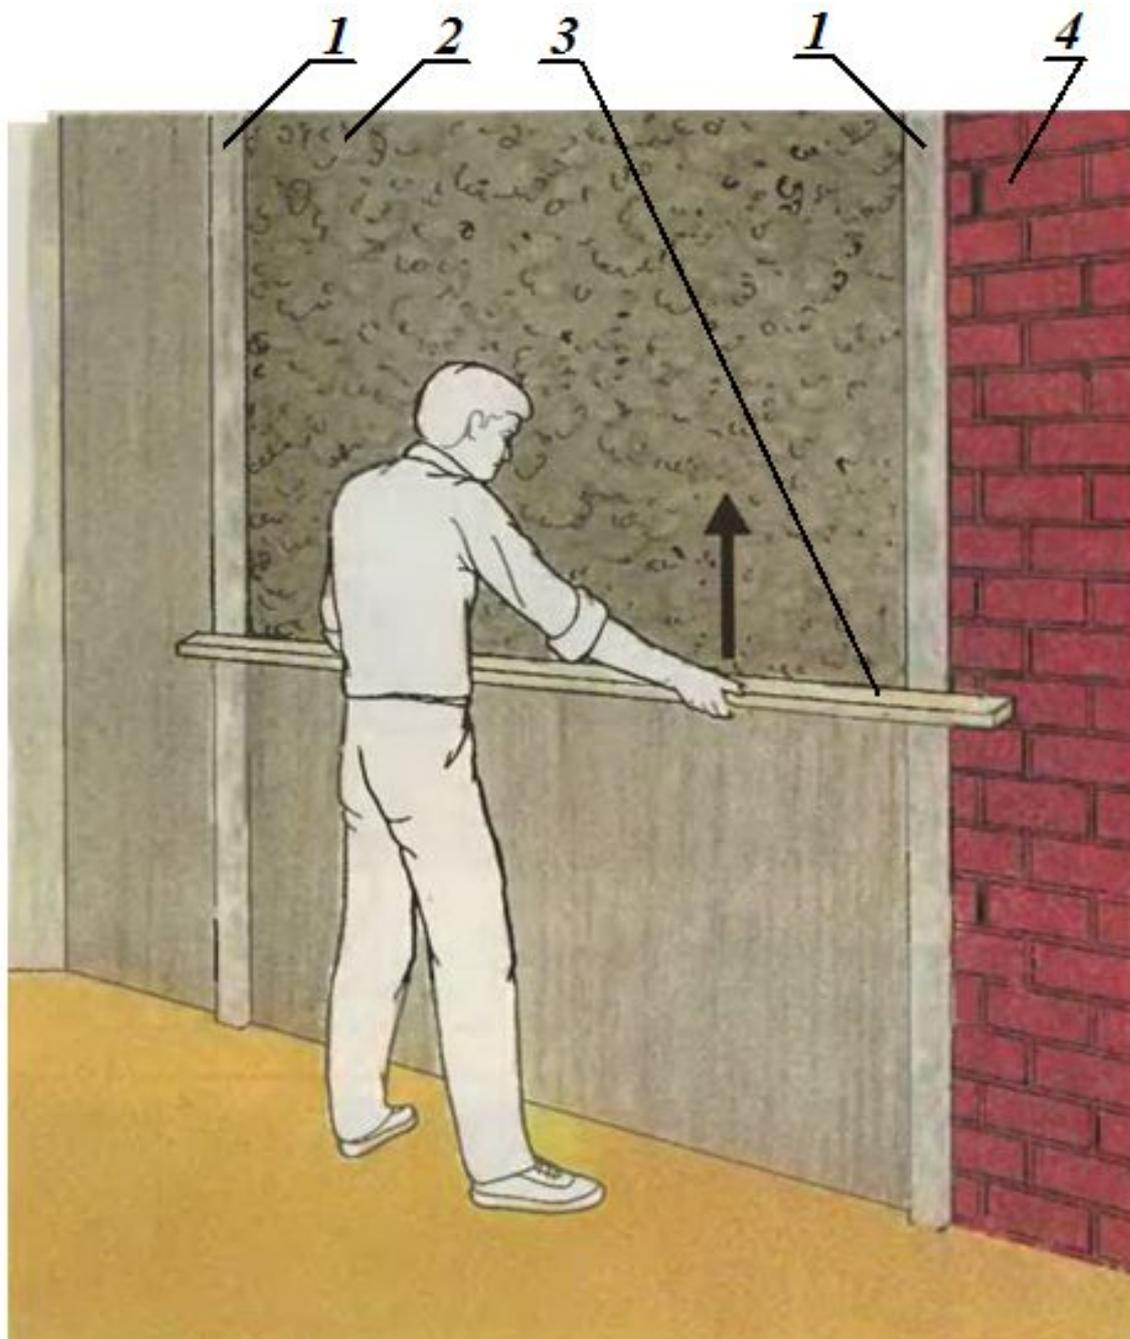

Рис. 5. Разравнивание раствора
**Разравнивание слоёв намёта (рис. 5).** Разравнивание производят деревянным полутёрком, который протягивают в горизонтальном положении снизу вверх, нажимая и придавливая раствор. Затем поворачивают полутёрок в вертикальное положение и производят разравнивание в поперечном направлении.